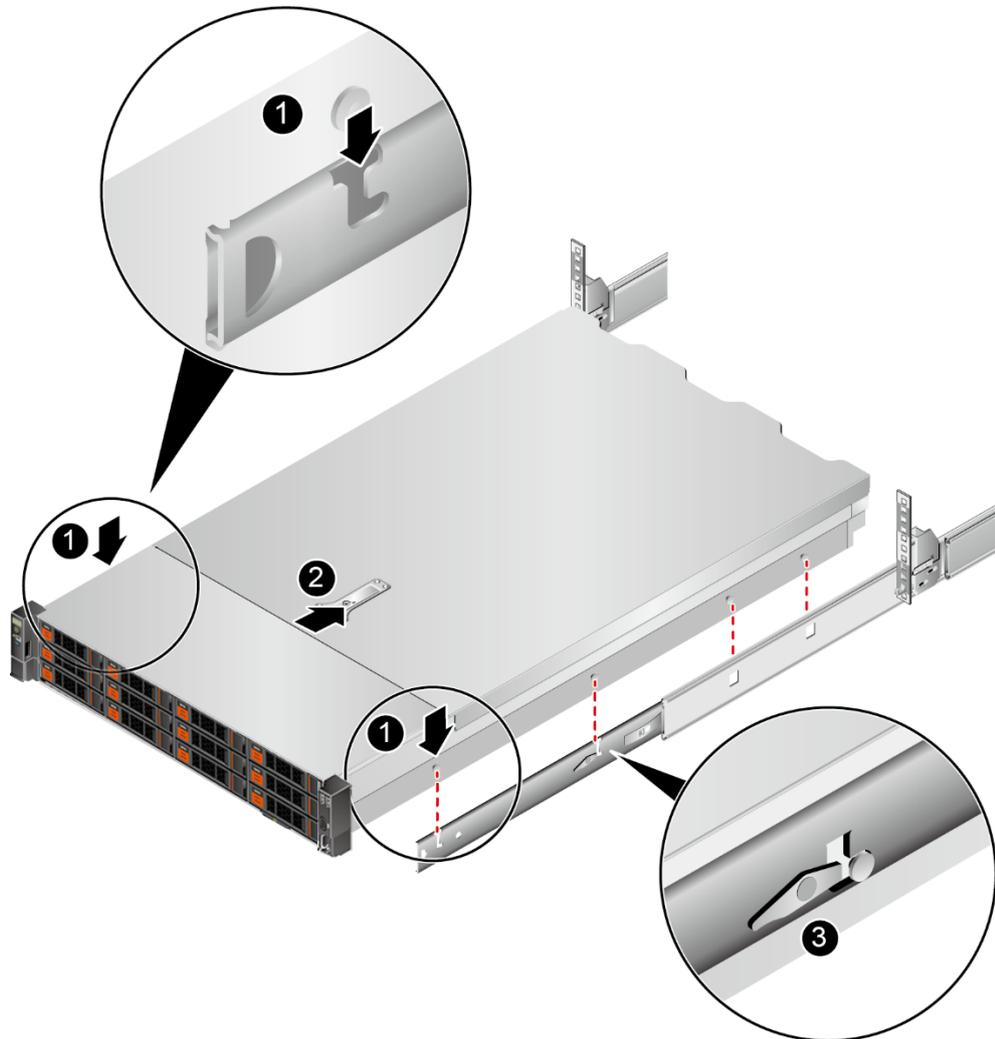

图 4-10 安装服务器
- 2) 将服务器上的固定钉对准内轨的固定孔位，然后向前推进，直到听见“咔”的一声，确保卡扣弹起完全挡住挂钉，使服务器固定到内轨上，如图 4-10 所示。